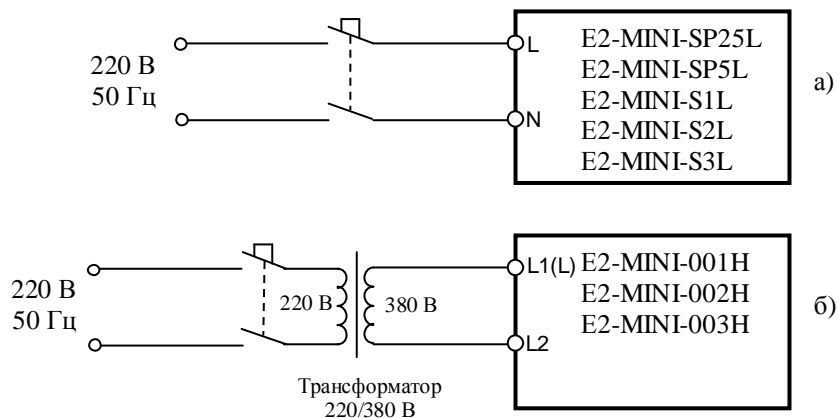

Рис. 4.4. Подключение ПЧ к сети: а) 220 В
4.5.1. В зависимости от модели ПЧ подключить преобразователь к электросети 1Ф~220 В или 3Ф ~380 В (к сети 1Ф ~220 В через трансформатор 220/380 В), как показано на рис. 4.4.